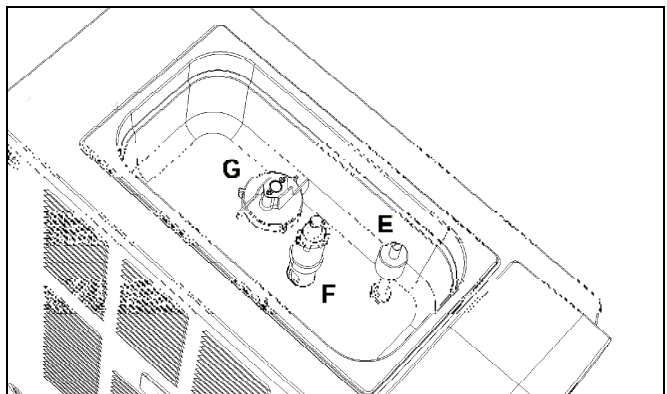

Fig. 33
- Une fois tous les composants du cylindre congélateur remontés, placer tous les composants du bac supérieur dans la même position qu'ils occupaient avant leur entretien (voir figure 33).